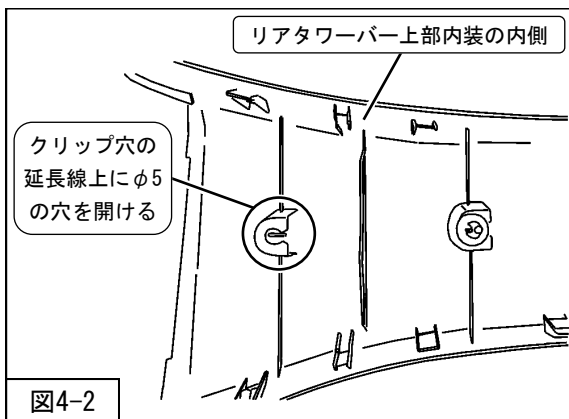

図4-2
図のように内装内側のクリップを取外し、クリップ穴の延長線上に穴を開けてください。(図4-2)
10. 図4-2で追加工した、リアタワーバー上部左右の内装の穴に減衰力調整ケーブルを通し、車面に取付けてください。